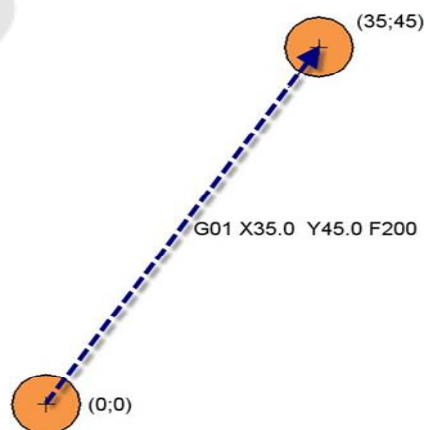

Рис. 5. Пример линейной интерполяции. G01 X35 Y45 F200 – перемещение по прямой в точку с координатами (35; 45) со скоростью подачи 200 мм/мин
**G01 – линейная интерполяция.** Код G01 – команда линейной интерполяции, обеспечивающая перемещение инструмента по прямой линии с заданной скоростью (рис. 5). Скорость перемещения указывается F-адресом. Код G01 отменяется с помощью кодов G00, G02 и G03.